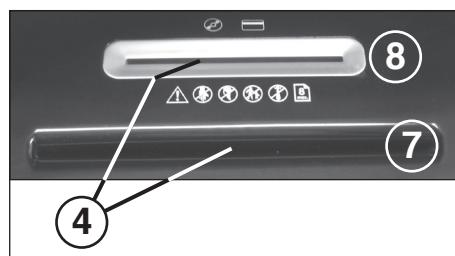

Fig. 2
- 4 = Fotocell (Framåtkörning) (Fig. 2)
7 = Inmatningsöppning papper (Fig. 2)
8 = Säkerhets-inmatningsöppning (Fig. 2)
Skjut in papper till skärverket genom inmatningsöppningen (7) (Fig. 2).
Datamedia (CD, DVD eller kreditkort) ska skjutas fram till skärverket ett och ett genom den separat placerade säkerhets-inmatningsöppningen (8) (Fig. 2).